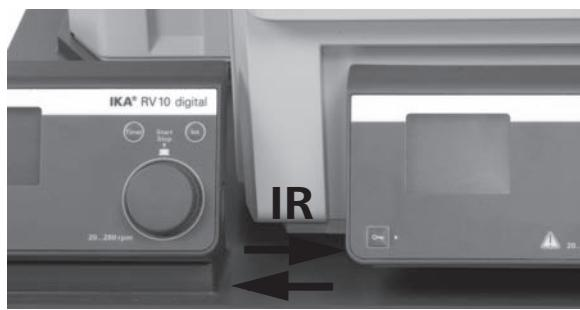

Fig. 15
El baño calefactor transfiere datos a través de interfaces de infrarrojos (IR), las cuales se encuentran en el lado izquierdo de la pantalla del baño calefactor o en el lado derecho de la unidad de accionamiento. No coloque ningún objeto entre las dos unidades de mando, pues esto puede afectar negativamente a la transferencia de datos (fig. 15).